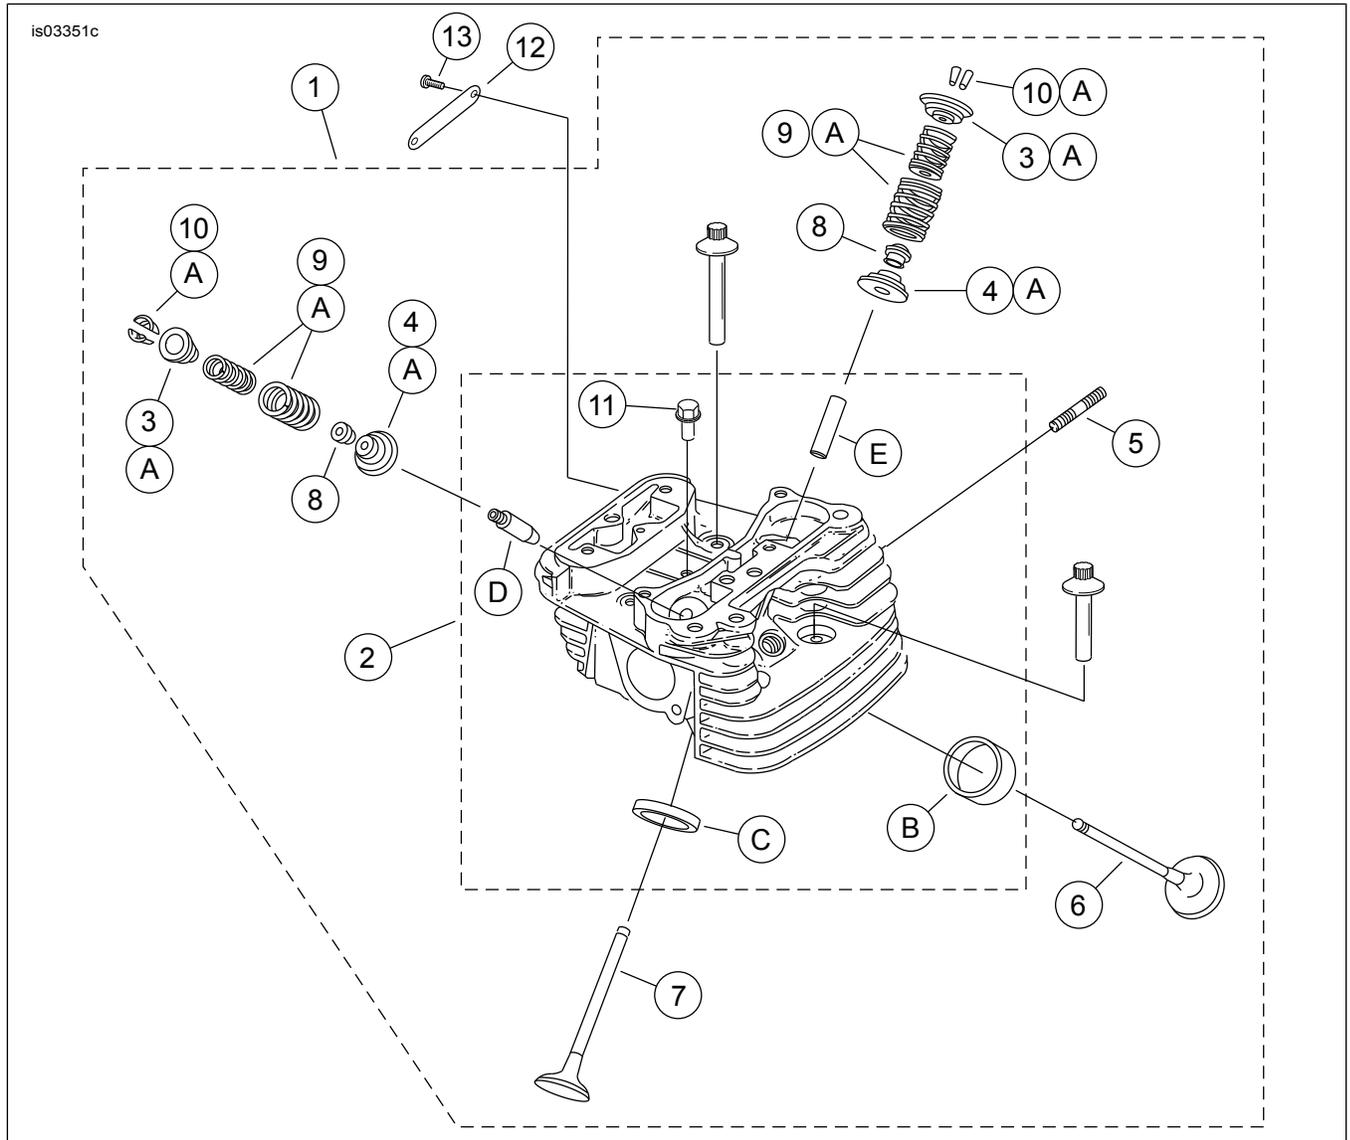

Abbildung 9. Ersatzteile: SE120R Screamin' Eagle Pro Rennmotor auf Palette
Siehe Abbildung 9. Ersatzzylinderköpfe (1) sind mit „CNC PORTED“ (CNC aufgeweitet) Medaillons ausgestattet. Nach